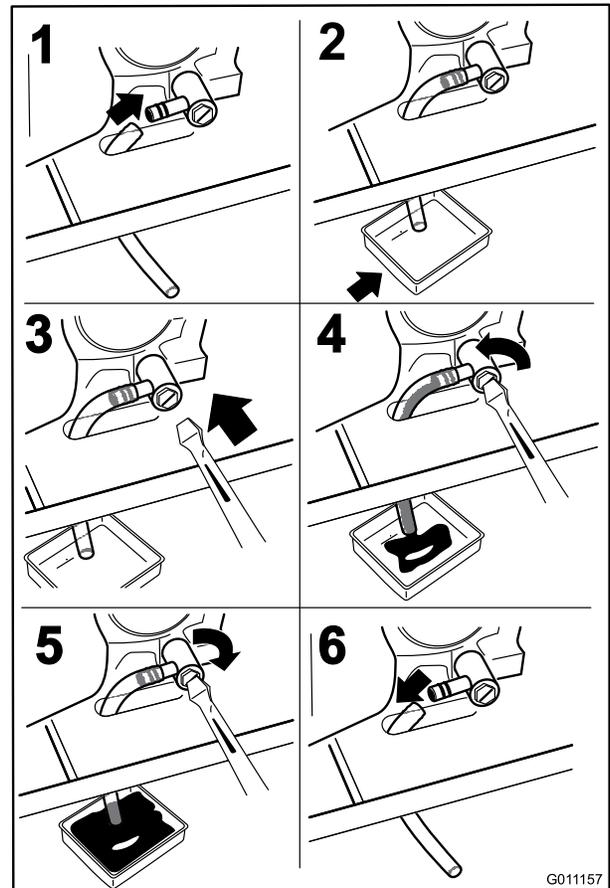

Bild 32
4. Stellen Sie vor dem Verlassen des Fahrersitzes den Motor ab, ziehen Sie den Schlüssel ab und warten Sie, bis alle rotierenden Teile zum Stillstand gekommen sind (Bild 32).